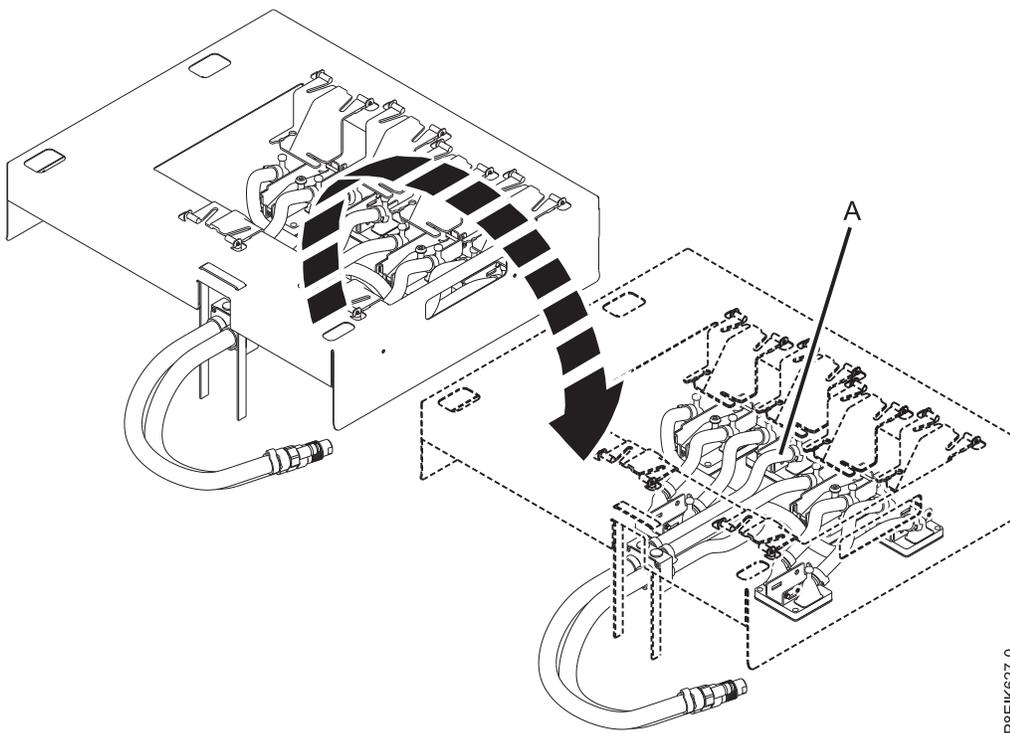

図 27. 冷却プレート取り付けキャリアを取り替え用の冷却プレート・アセンブリーの上に移動する
4. 障害のある冷却プレート・アセンブリーから冷却プレート取り付けキャリアを持ち上げ、取り替え用の冷却プレート・アセンブリーの上に配置します (図 27 を参照)。